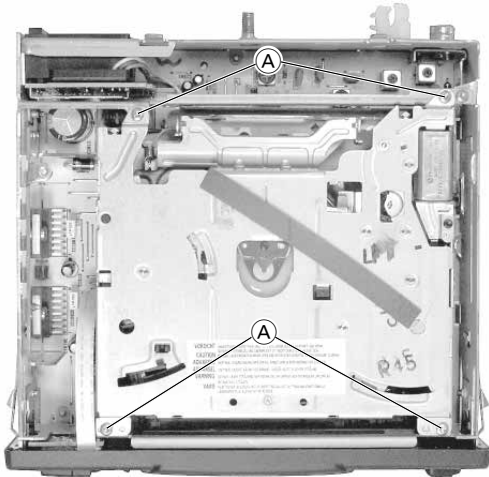

Fig. 1
- 4 Schrauben **A** herausschrauben (Fig. 1).
- Undo 4 screws **A** (Fig. 1).